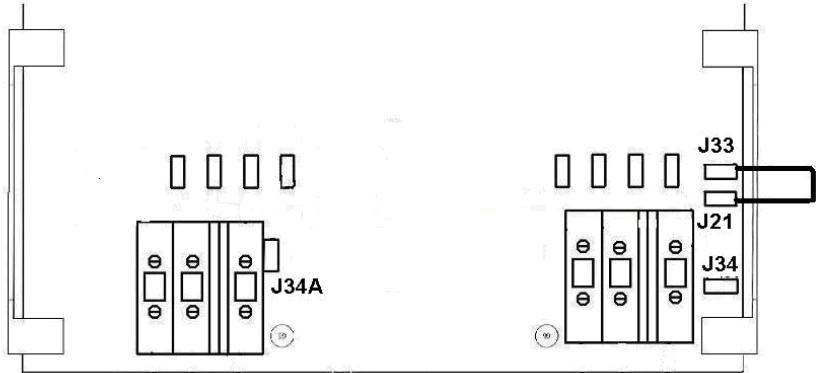

Abb. 5: Fehlerstromschutzschaltung (FI-Schalter)
2.4 Fehlerstromschutzschaltung (Abb. 5)
Im Ausgang des Trenntrafos muss ein Fehlerstrom- Schutzschalter eingebaut werden. Dazu muss der Ausgangs-Nulleiter geerdet werden (Verbindung mit dem Stahlrumpf). Dies wird mit einem Überbrückungskabel zwischen den Anschläßen J21 und J33 (siehe Abb. 5) und der Erdung des Gehäuses erreicht.